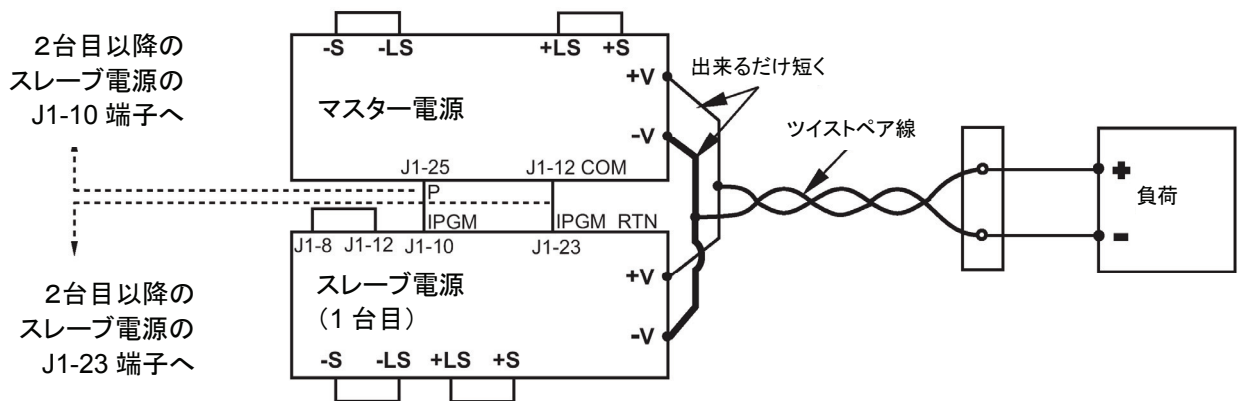

図 5-4 ローカルセンシングによるマスタースレーブ並列運転
(1) マスター電源の設定
マスター電源の出力電圧を必要な値に設定します。電流制限値は、必要な電流値を並列接続された電源の台数で割った値を設定してください。マスタースレーブ運転では、マスター電源は定電圧モード (CV) で動作します。センシングの結線については図 5-4、5-5 に従ってください。
(2) スレーブ電源の設定
- ・ スレーブ電源の J1-10 (IPGM) をマスター電源の J1-25 (P) に接続してください。
並列運転ではローカルセンシング、リモートセンシング共に可能です。図 5-4、5-5 に接続方法を示します。図では 2 台接続の例を示しますが、同様の配線方法で 4 台まで並列運転が可能です。